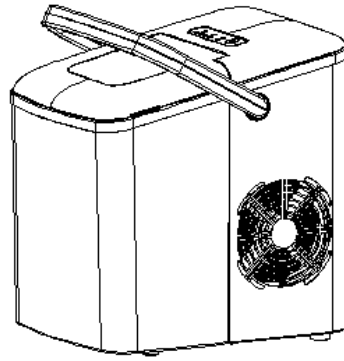

Abb.2
- 2) Richten Sie den Griff mit den Löchern am Gehäuse aus und lassen Sie die Hände los. Führen Sie dann den Griff in die Löcher des Gehäuses ein (siehe Abb. 2).